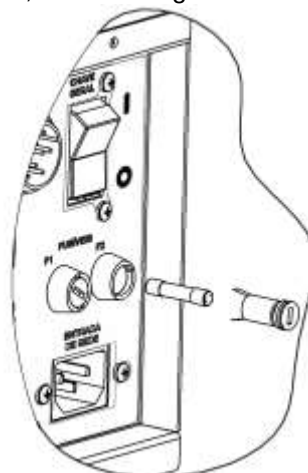

Figura 187 – Fusíveis 3A - Tipo F 20 AG
- Retire o fusível para fora e coloque o novo, conforme figura 187.